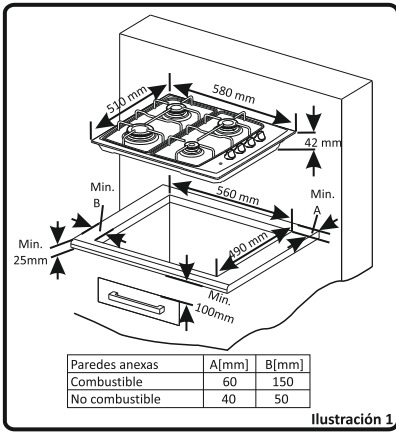

Ilustración 1
- Realice el corte del hueco según las dimensiones indicadas en la ilustración 1. Hágalo de forma que una vez instalada la placa estén garantizados los requisitos siguientes: